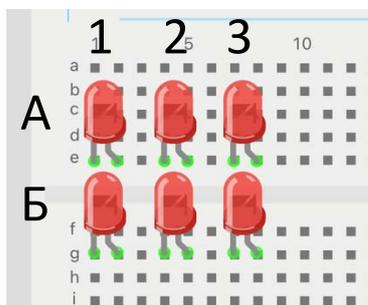

Рисунок 1. Рекомендованное расположение светодиодов
- шесть светодиодов, расположенных в два ряда по три светодиода – фрагмент матрицы (см. Рисунок 1);